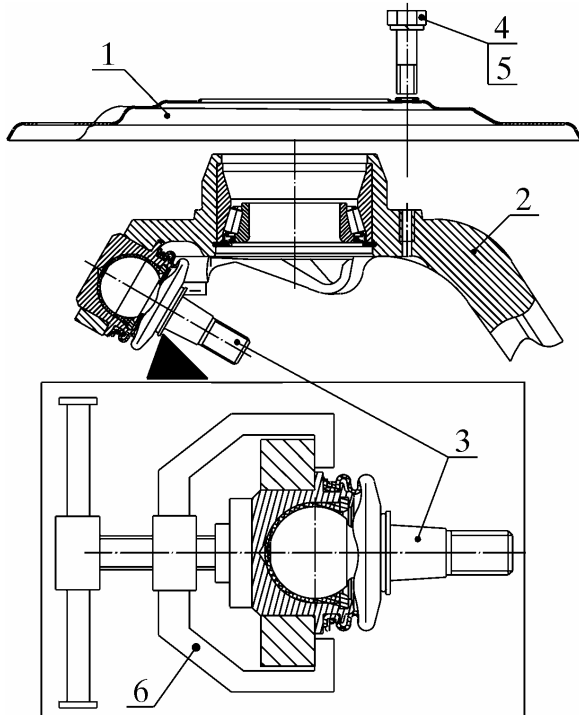

Рис.7. Снятие щита тормоза и выпрессовка нижнего шарнира из отверстия поворотной стойки:
4.11. Снять щит 1 (рис. 7) тормоза, вывинтив и сняв три болта 4 с шайбами 5 его крепления к поворотной стойке 2. Уложить щит на стеллаж (ключ 8 типа ГОСТ 2839-86).